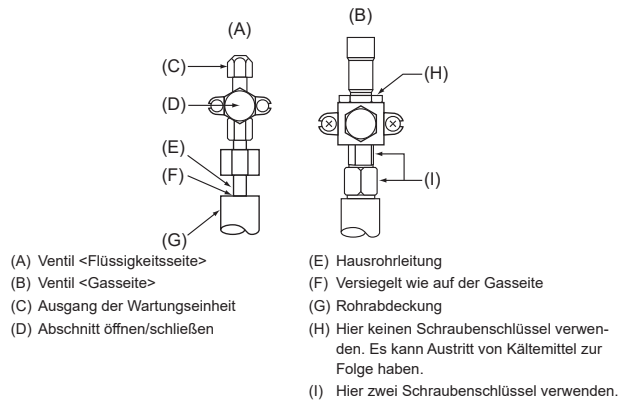

Abb. 4-4
4.4. Verfahren zum Prüfen der Rohre auf Dichtigkeit (Abb. 4-4)
- Vergewissern Sie sich, dass die Ventile (A) (B) geschlossen sind und öffnen Sie sie nicht.
- Bauen Sie über die Wartungseinheit (C) des Flüssigkeitsventils (A) Druck in den Kältemittelleitungen auf.